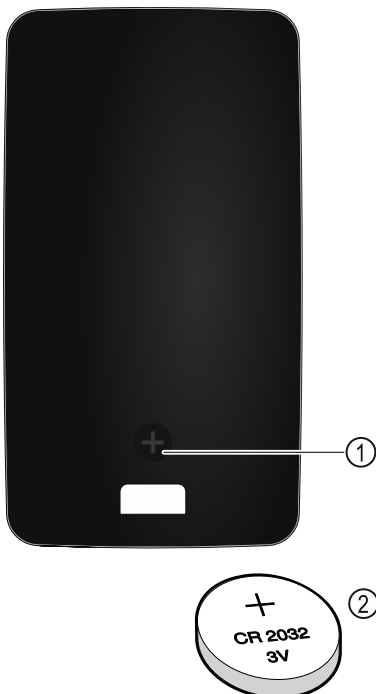

Fig. 220
Электропитание пульта дистанционного управления осуществляется через аккумуляторную батарею типа CR 2032 с 3В Fig. 220 (2), которую можно приобрести в специализированных магазинах.
- ▶ Выкрутите винт Fig. 220 (1) на обратной стороне пульта дистанционного управления.